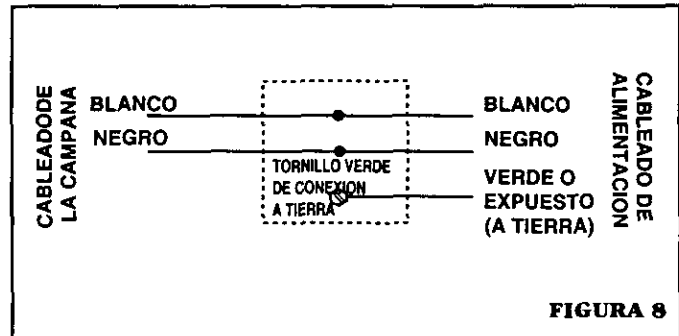

FIGURA 8
2. Refiérase a la FIGURA 8. Efectúe las conexiones del cableado.